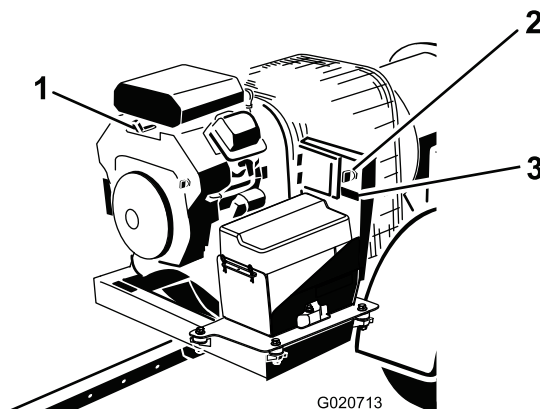

図 11
3. キーを Start 位置に回してすぐに手を離して ON 位置に戻す（図 11）。以上の操作により、レシーバが覚醒する。
4. 機械から離れる場合には、キーを OFF 位置に回してエンジンから抜き取る (図 11)。